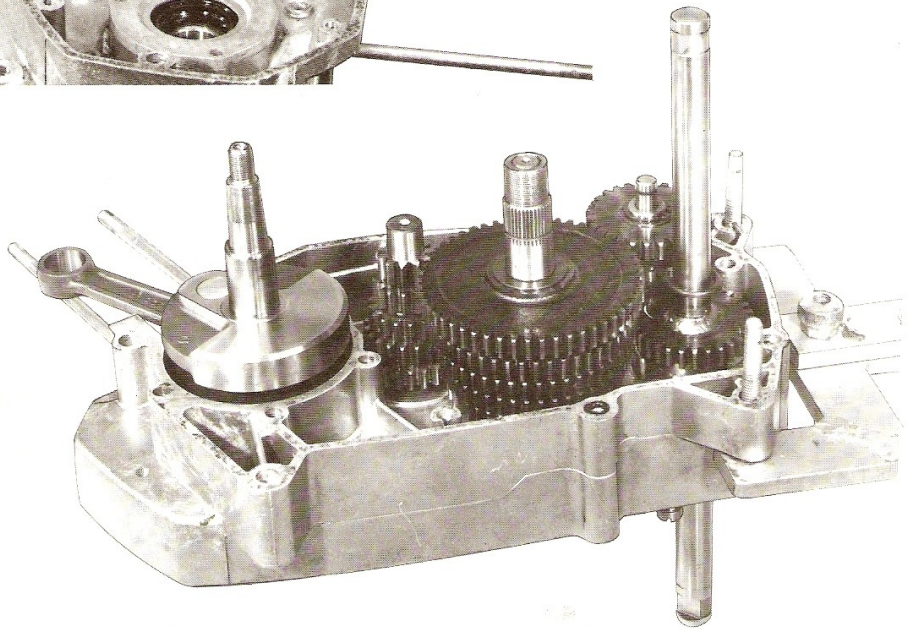

Figure 38
- Monter sur l'axe l'ensemble des pignons (côté petit pignon). La boucle du ressort de freinage étant engagée sur l'axe de pédalier, positionner les dents (figure 38).